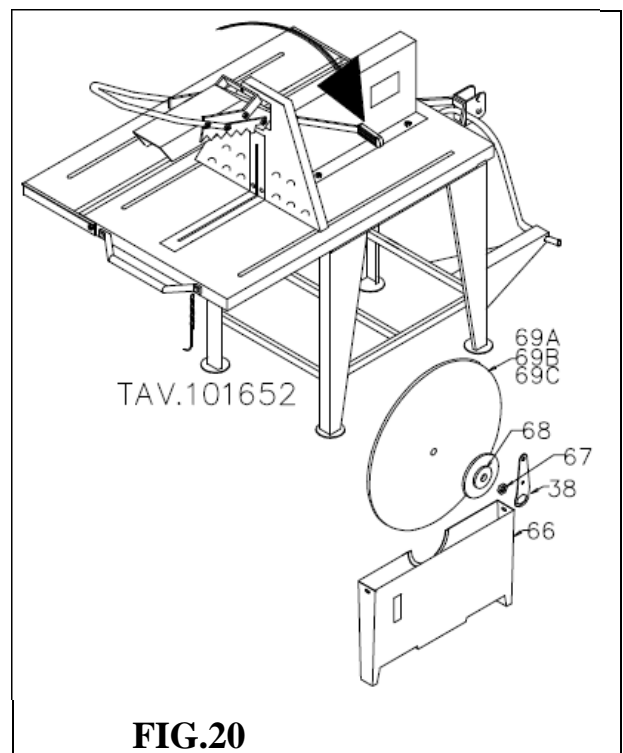

FIG.20
3. Spingere la leva di disinnesto (pos.29) verso il retro della macchina in modo che sia completamente abbassata, così che l'albero (pos.73) porta disco sia frenato.
4. Svitare il pomello (pos.39) che fissa la chiave (pos. 38).
5. Svitando le viti imperdibili e togliere il carter coprilama inferiore (pos.66).
6. Infilare la chiave nel dado M24 (pos.67).
9. Verificare l'orientamento dei denti del disco con quello di fig.20 o mediante l'adesivo posto sul carter.
11. Rimettere il carter di protezione disco inferiore (pos.66) e avvitare le viti imperdibili.